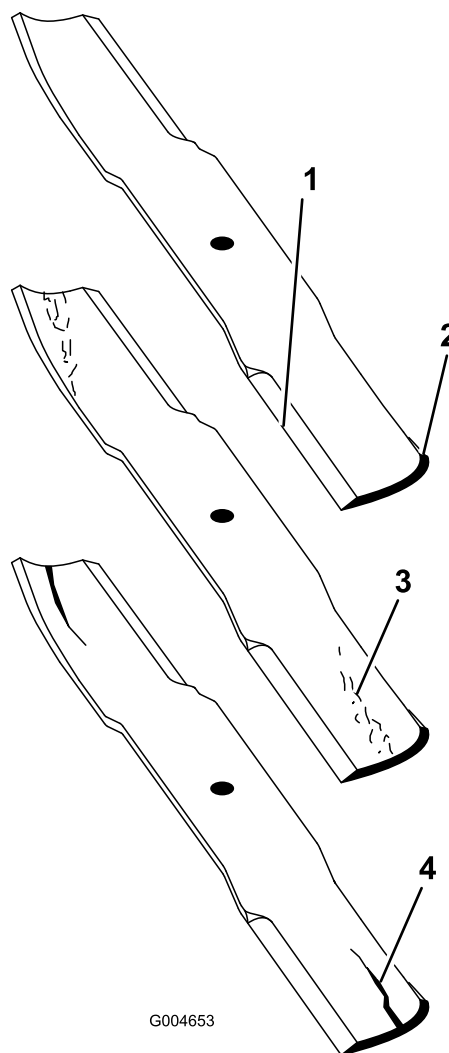

Рисунок 24
1. Проверьте режущие кромки (Рисунок 24). Если кромки не острые или зазубренные, снимите ножи и заточите их. См. Заточка ножей \(страница 23\).
2. Проверьте ножи, особенно в области крыла (Рисунок 24). При обнаружении признаков повреждения, износа или образования зазора в этой области (Рисунок 24), немедленно установите новый нож.